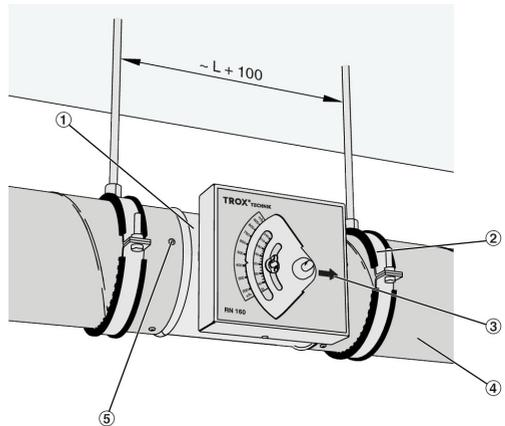

Abb. 17: Montagebeispiel
1. ▶ Abhängungen (Abb. 17/2) am Einbauort vormontieren, dabei beachten, dass der Abstand der Abhängungen ca. $L+100$ mm beträgt.
2. ▶ Luftleitung (Abb. 17/4) bis zum Einbauort des Regelgerätes vormontieren.
3. ▶ Anschlussstutzen des Regelgeräts (Abb. 17/1) in die Luftleitung einschieben (Lufrichtungspfeil (Abb. 17/3) beachten).
4. ▶ Luftleitung (Abb. 17/4) auf den Stutzen aufschieben.
6. ▶ Regelgerät mit Bohrschrauben oder Nieten (Abb. 17/5) an Luftleitung fixieren.